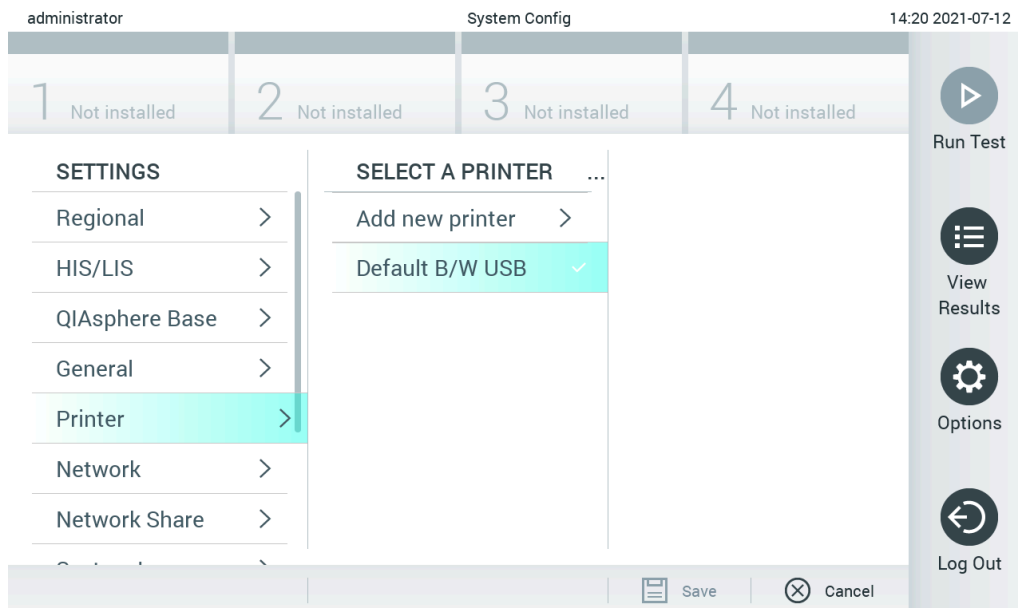

Figura 100. Instalarea imprimantei cu driver implicit
2. Selectați imprimanta implicită, numită Default B/W USB (Figura 100)